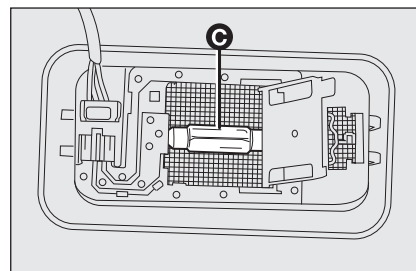

fig. 42
- ☐ maak de lamp **C-fig. 42** los uit de veercontacten aan de zijkant en vervang hem; controleer of de nieuwe lamp goed vastzit in de veercontacten;